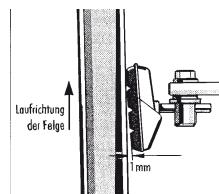

Fig. 2
- Las pastillas de freno deberían ajustarse colocándolas a una distancia de 1 mm por debajo del borde superior de la llanta y montarse en posición ligeramente inclinada con respecto de las llantas (ver fig. 2).